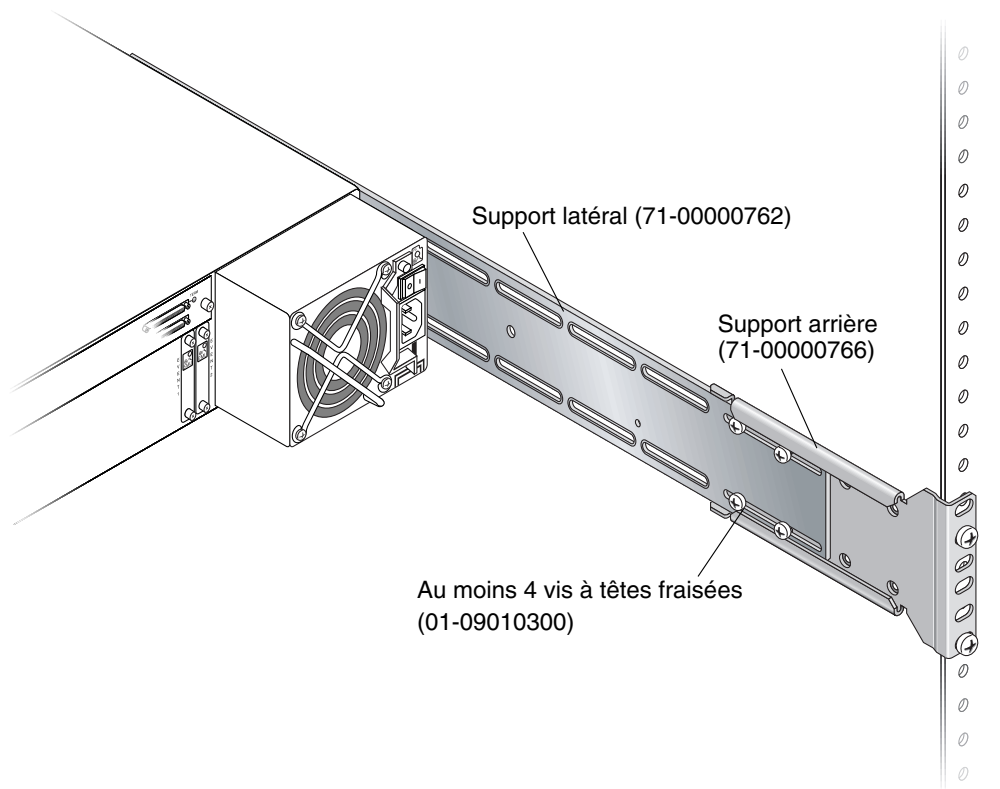

FIGURE 2-7 Exemple d'assemblage de supports arrière et latéraux
8. Fixez chaque support latéral sur un support arrière (voir FIGURE 2-7).